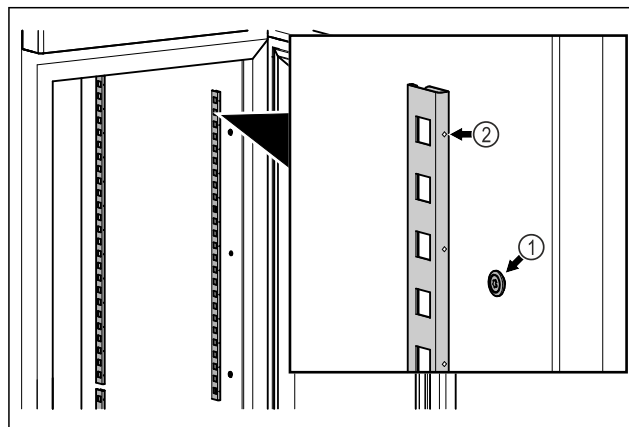

Fig. 58 Примерно изображение
- Закачете заключващите ленти в окачването Fig. 58 (1). Маркировката Fig. 58 (2) трябва да сочи напред.